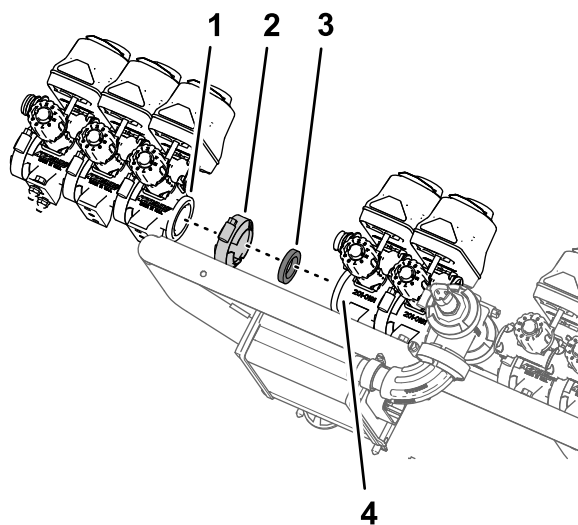

Figura 104
1. Monte las tres válvulas de sección (Figura 104) que retiró en el paso 8 de Retirada de las válvulas de sección del soporte del distribuidor (página 36) sobre la brida de la válvula 7 del conjunto de válvulas de fumigación con la brida de fijación y la junta que retiró en el paso 4 de Retirada de las válvulas de sección del soporte del distribuidor (página 36).